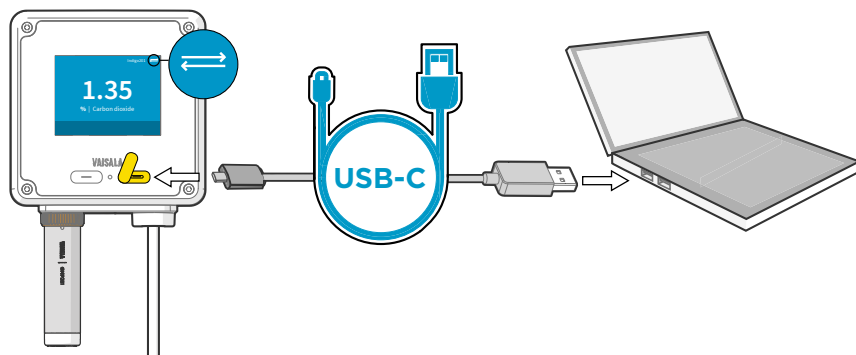

Figura 13 Conexión del transmisor Indigo200 al software para PC Insight con cable USB-C
5. En los modelos de transmisor con pantalla, el icono de conexión USB (consulte Figura 13 \(página 36\)) aparece en la esquina superior derecha de la pantalla del transmisor cuando la conexión del cable USB está activa.